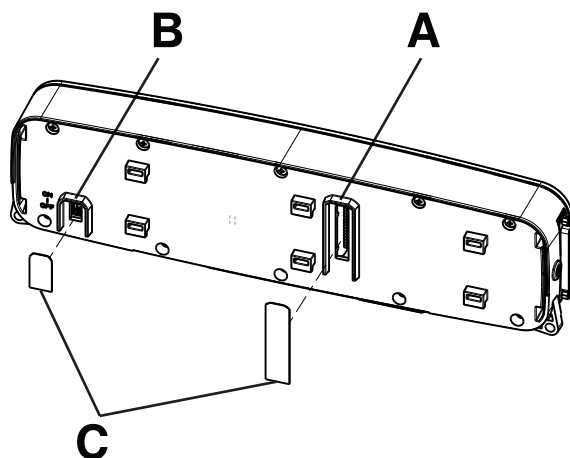

Figura 2 – Configuração dos comutadores
2. Utilizando um ponteiro reto, configure os comutadores dip SB1 e SB2 (A) para corresponder ao sistema de chamada de enfermeiro e ao cabo de comunicação de chamada de enfermeiro (Figura 2).
3. Utilizando um ponteiro reto, coloque o interruptor **LIGADO/DESLIGADO** (B) do Secure Connect na posição **LIGADO** (Figura 2).
4. Cole os 2 rótulos IPX (C) sobre o comutador dip e os cortes **LIGADO/DESLIGADO** localizados na traseira do Secure Connect (Figura 2).